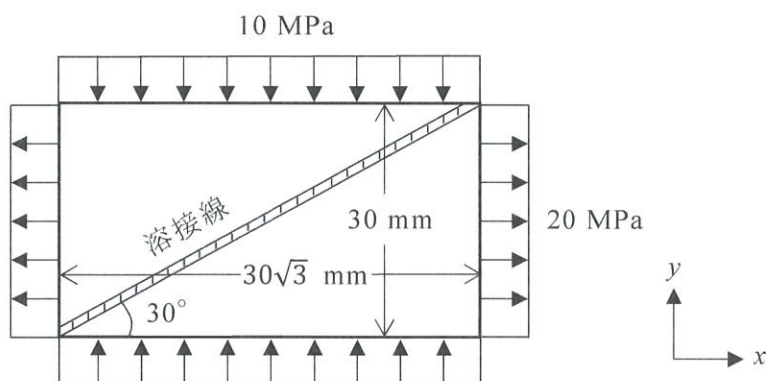

図 1-1
I. 図 1-1 のような，二つの三角形板が溶接されて作られた  $30\text{ mm} \times 30\sqrt{3}\text{ mm}$  の長方形板が， $x$  方向に  $20\text{ MPa}$  の引張応力， $y$  方向に  $10\text{ MPa}$  の圧縮応力を受けている．溶接線の幅は十分に薄く，ヤング率およびポアソン比は二つの三角形板と同一であり，長方形板の応力場は一様とみなせる．長方形板のヤング率を  $192\text{ GPa}$ ，ポアソン比を  $0.2$ ，板厚を  $1\text{ mm}$  とする．
- (1) 溶接線に作用している内力ベクトルを求めよ．
- (2) 溶接線に垂直な方向の垂直応力を求めよ．